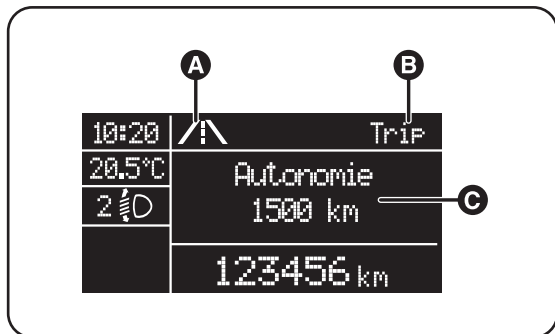

fig. 10
- icône animée dans la partie supérieure (A-fig. 10);
- inscription "Trip" (ou "Trip A" ou bien "Trip B") (B);
- nom, valeur et unité de mesure relatifs au paramètre sélectionné (par ex. "Autonomie 1500 km") (C).